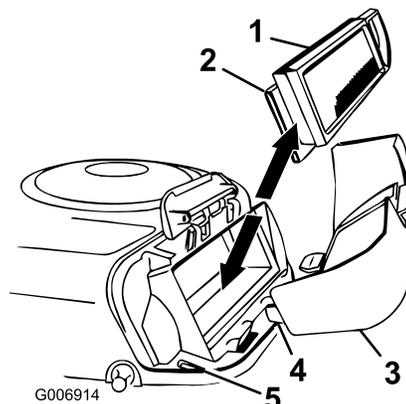

Figura 23
7. Estraete con cautela l'elemento in schiuma sintetica e l'elemento di carta dal convogliatore (Figura 23).
2. Allineate le linguette del coperchio del filtro dell'aria con le fessure del convogliatore (Figura 23).